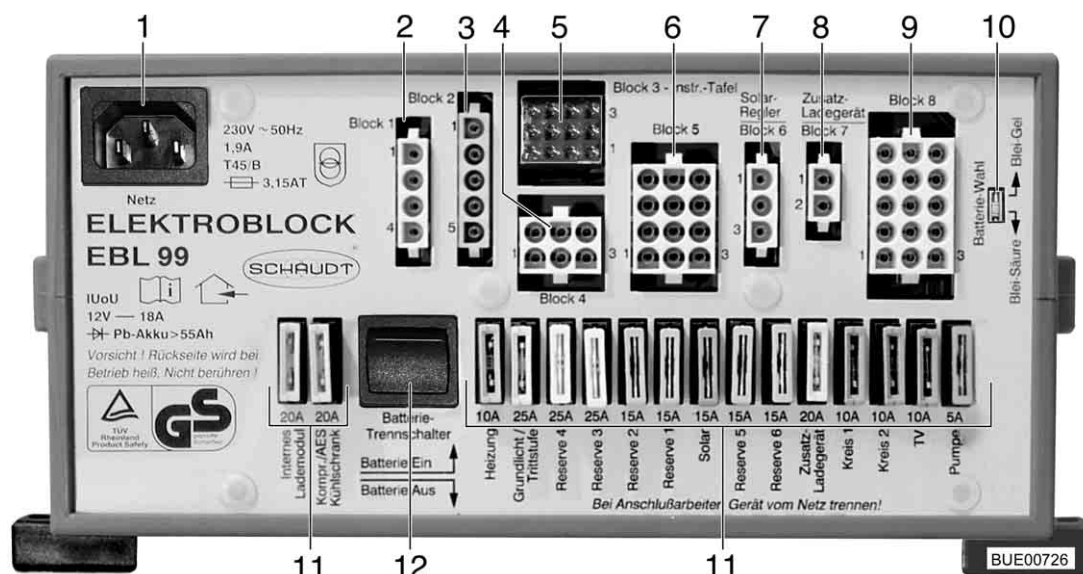

Fig. 94 Bloc électrique (EBL 99)
L'interrupteur-séparateur de batterie (Fig. 94,12) coupe tous les consommateurs à 12 V de la cellule, y compris la valve de sécurité et de vidange. Ceci permet d'éviter une décharge lente de la batterie de cellule lorsque le camping-car reste inutilisé pendant une longue période (p. ex. immobilisation temporaire).
- ▶ Ne pas modifier la configuration d'usine du sélecteur de type de batterie (Fig. 94,10).